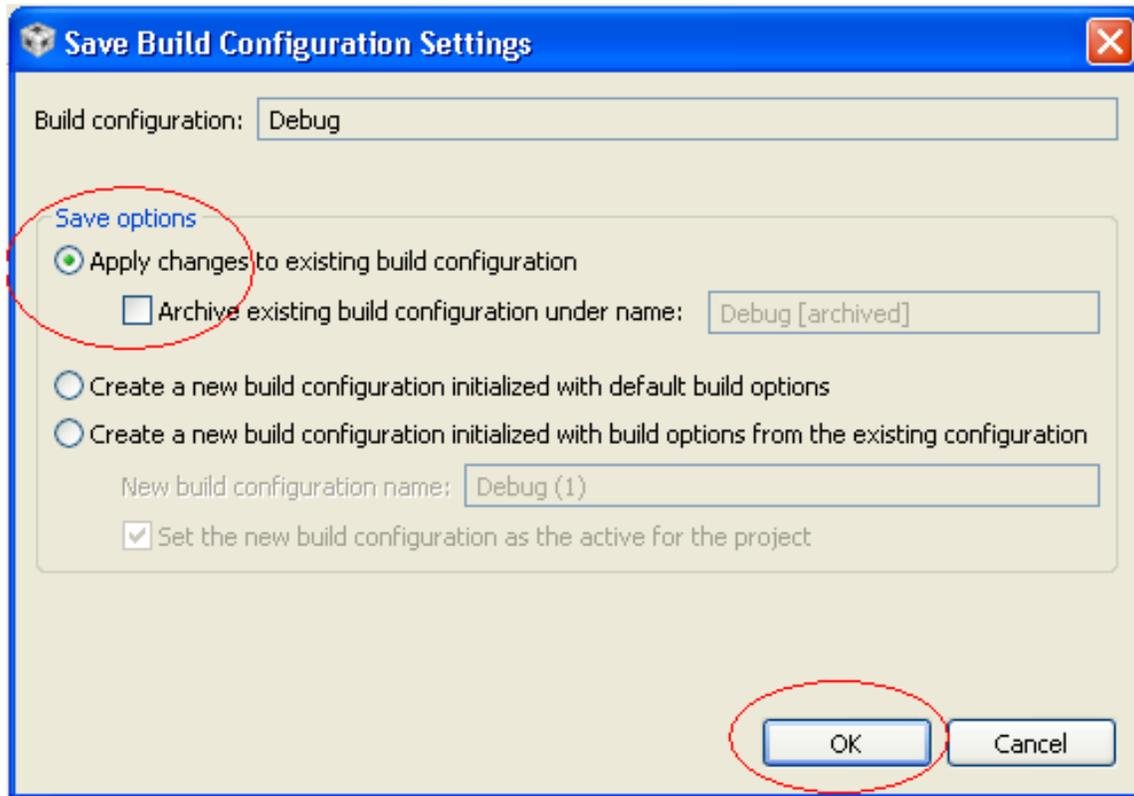

图 11. 保存 **Build Configuration Settings**
7. 将出现 **Build Confirmation Settings**（建立配置设置）窗口。如图 11 所示，选择选项并单击 **OK** 按钮。